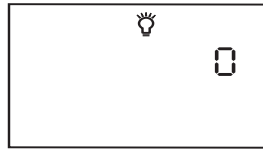

Figura 6–10 Tela da configuração da luz de fundo dos LEDs
1. Na tela de monitoração ou do modo de espera (standby), pressione a tecla direita do usuário até a tela da configuração da luz de fundo dos LEDs aparecer no visor, tal como indicado na Figura 6–10.